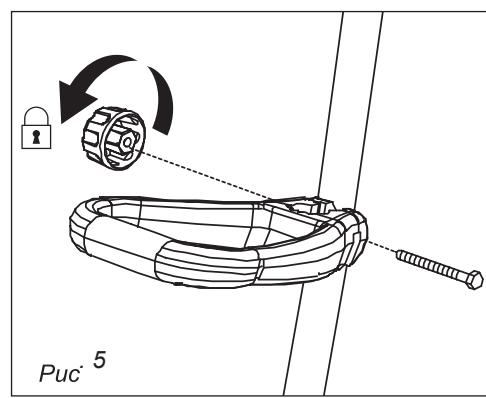

Рис. 5
3. Вставьте болт в отверстия вспомогательной рукоятки и затяните его с помощью гайки-барашка (рис. 5).